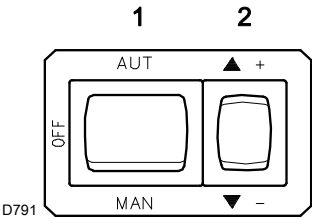
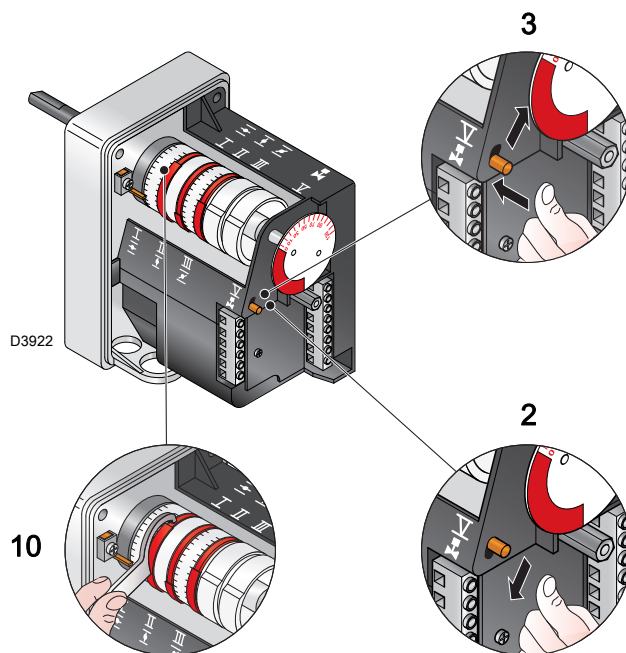

图 29
图 33
闭合温控器 / 压力开关，旋转开关至“手动”位置 (图 29)。
按下“增大出力”按钮 2) (图 29) 并保持，直至伺服马达开启风门挡板和燃气蝶阀。
按下“降低出力”按钮 2)(图 29) 并保持，直至伺服马达关闭风门挡板，同时将燃气蝶阀关闭至 50° 角（此为工厂设定值）。
- 如需减小供气量，可依次逐步减小伺服马达凸轮 III（图 33）的角度（如从 65° 调至 63°，再调至 61°.....）。
- 如需增加供气量，轻轻按下“增大出力”按钮 2) 图 29（增大蝶阀角度 10-15°），依次逐渐增大凸轮 III（图 33）的角度（如从 65° 增至 67°，再增至 69°.....）。
对凸轮 III 所进行的任何必要调整，尤其是微调，都必须使用专用工具 10)(图 33)。
图例 (图 33)